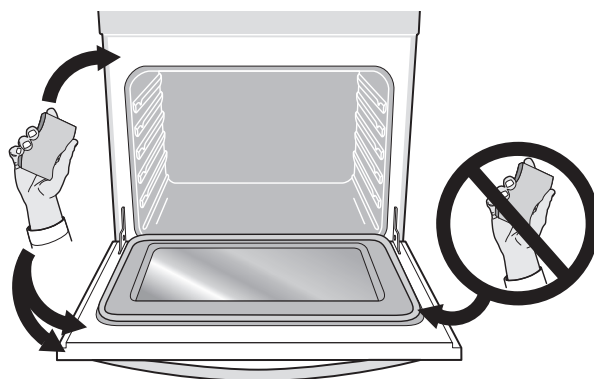

Figure 24 : Zones de la porte du four à nettoyer avec précaution
- Ne pas nettoyer le joint de porte du four (Figure 24). Ne pas utiliser de produits à nettoyer les fours sur le joint de porte. Cela peut endommager le joint. Le matériel tissé de la porte du four est essentiel à une bonne étanchéité. Il faut prendre garde à ne pas frotter, endommager ou enlever le joint de porte.